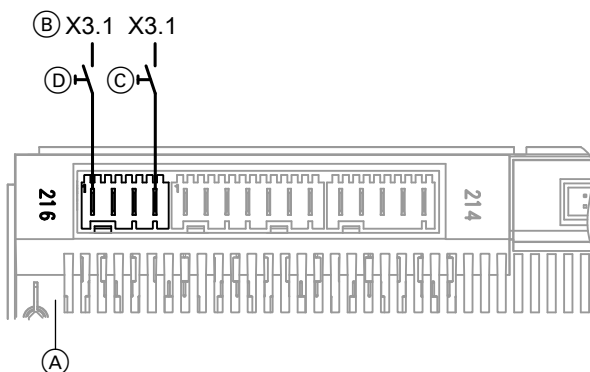

Abb. 56
- An der Wärmepumpenregelung gemäß Abb. 56